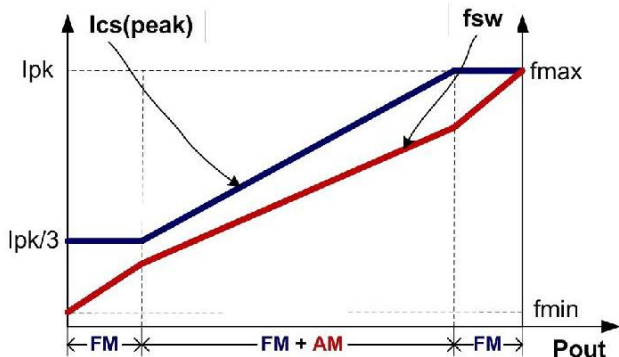

图 4
如图 4 所示，为了满足严苛的平均效率和待机功耗要求，U6116 采用了调幅控制 (AM) 和调频控制 (FM) 结合的多模式控制技术。